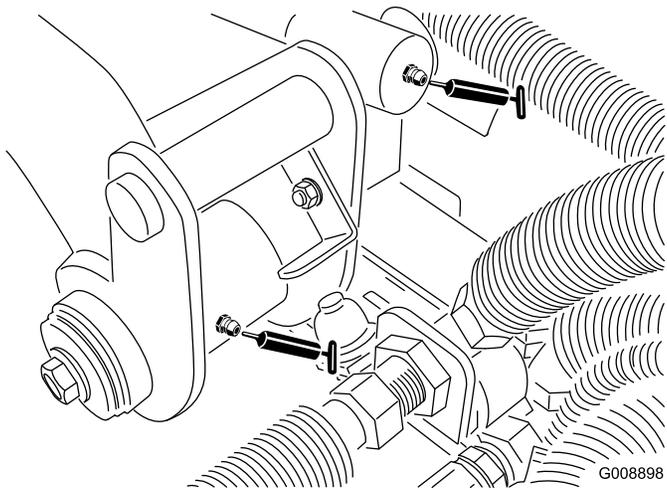

図 32
- ・ 後昇降アームのピボット昇降シリンダ (2ヶ所) (図 32)